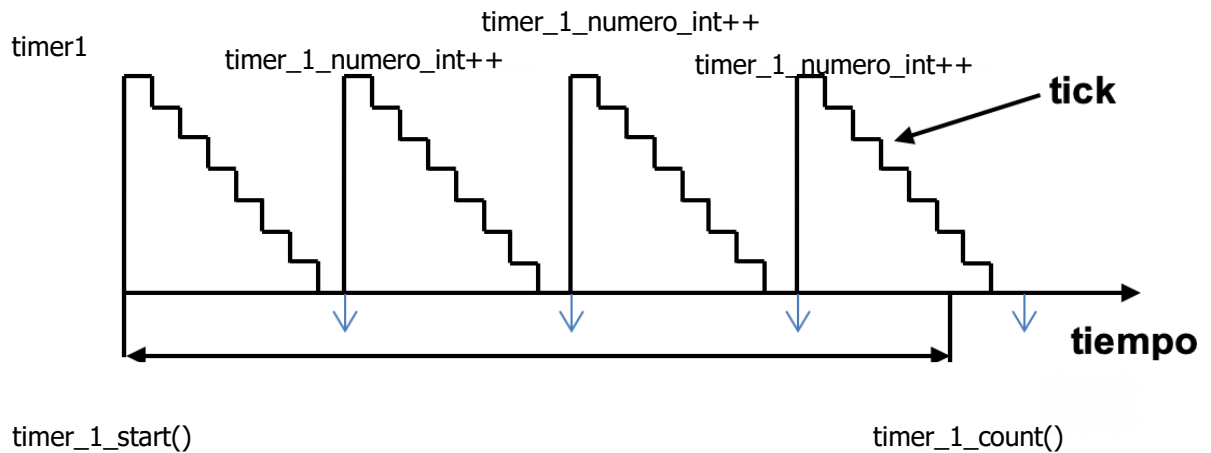

Fig. 1 Esquema del funcionamiento del timer 2
Paso 3: Medidas de tiempo. Debéis desarrollar una sencilla biblioteca que permita utilizar el **timer2** para medir tiempos. La biblioteca constará de las siguientes funciones, esquematizadas en la Fig. 1: